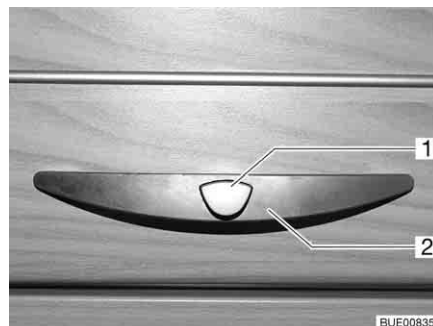
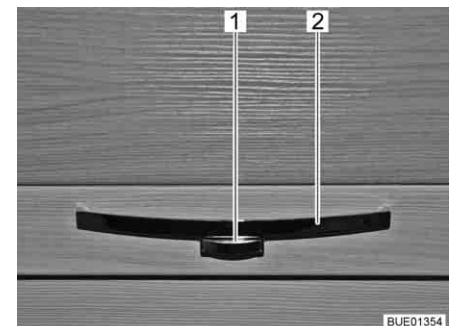

Bild 58 Möbelklappe mit Griff (Beispiel)
Bild 59 Möbelklappe mit Griff (Beispiel)
- Den Entriegelungsknopf (Bild 58,1 oder Bild 59,1) am Griff (Bild 58,2 oder Bild 59,2) drücken und gedrückt halten.